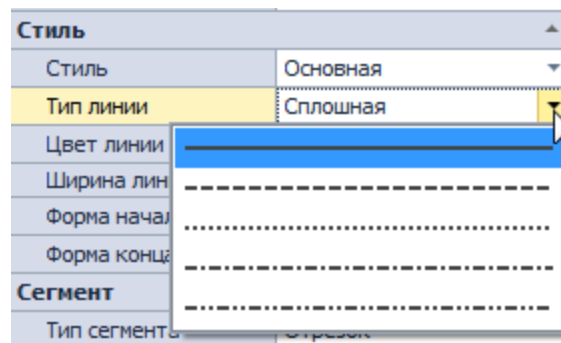

Рис. 361 Выбор типа линии
- Тип линии – выпадающий список с выбором типа линии (сплошная линия или разные вариации штриховки), Рис. 361;